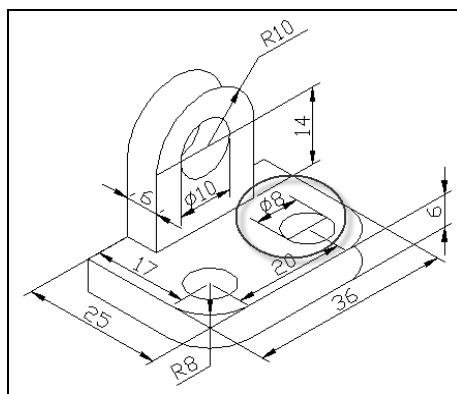

图 7-26 标注轴测圆的直径
(10) 绘制一条过圆心的辅助直线，然后标注轴测圆的直径，如图 7-26 所示。